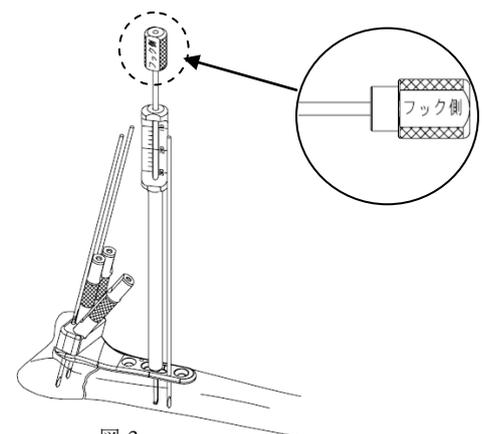

図 3
- 1) 骨幹部スクリューの場合、橈骨遠位端共通デプスゲージ (L) の先端フックを、プレートを介して背側皮質に引っ掛け、スケールを読み取ります。後端持ち手には「フック側」とマーキングしてあり、この面を手前に向けてフックを引っ掛けると操作しやすくなります。(図 3)